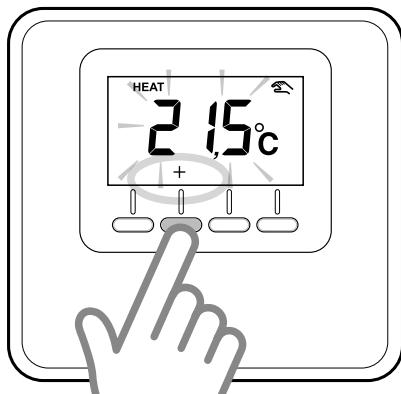

Fig. 5
Premere i tasti regolazione “+” o “-”, per impostare il valore di temperatura ambiente che si desidera (fig. 5). Premere il tasto “OK” per confermare.
- Premere i tasti “+” o “-” per scegliere la zona da assegnare. (fig.5)